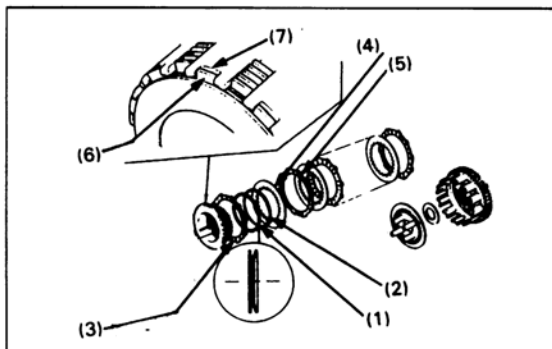

Bild 76
- Stärke der Kupplungsbelagscheiben messen. Verschleissgrenze A: 2,3 mm, B: 2,6 mm (Bild 76). Stahlscheiben auswechseln, wenn sie Anzeichen von Riefen oder Verfärbung aufweisen. Stahlscheiben auf Richtplatte mit Fühlerlehre auf Verzug prüfen. Verschleissgrenze 0,30 mm (Bild 77).
- Belagscheibe B, Federsitz und Vibrationsfeder wie in Bild 76 gezeigt an Kupplungsnahe anbringen. Es folgt zuerst Stahlscheibe, dann Belagscheibe A.